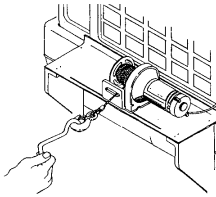

Figure 2
7. **TENEZ-VOUS TOUJOURS À L'ÉCART DU TREUIL, DU CÂBLE ET DU CROCHET PENDANT LE FONCTIONNEMENT DU TREUIL. N'INTRODUISEZ JAMAIS** votre doigt dans le crochet lorsque vous embobinez la dernière longueur de câble. Vous pourriez perdre votre doigt s'il restait coincé dans le crochet. Utilisez la **BARRE PROTÈGE-MAINS** (Figure 2) pour guider le crochet pendant les derniers pieds (le dernier mètre). N'embobinez ou ne débobinez jamais le câble du tambour en le guidant de la main.